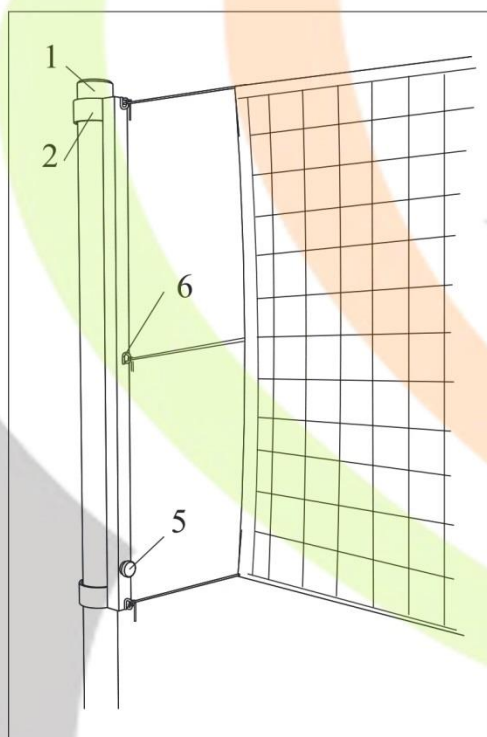

Рис. 1
4. Надеть на волейбольные стойки ползунки: активный **4** и пассивный **2** (рис. 1,2). К ним крепится сетка и при помощи них сетка перемещается по высоте.
- верхний трос сетки закрепить на верхнем крючке **6** пассивного ползунка (рис. 1);
- вращая ручку механизма натяжения, натянуть сетку до необходимого состояния, затем при помощи растяжек на сетке закрепить ее на среднем и нижнем крючках ползунков (рис. 1,2);
- переместить ползунки на необходимую высоту и зафиксировать их при помощи прижимных винтов **5** (рис. 1,2).